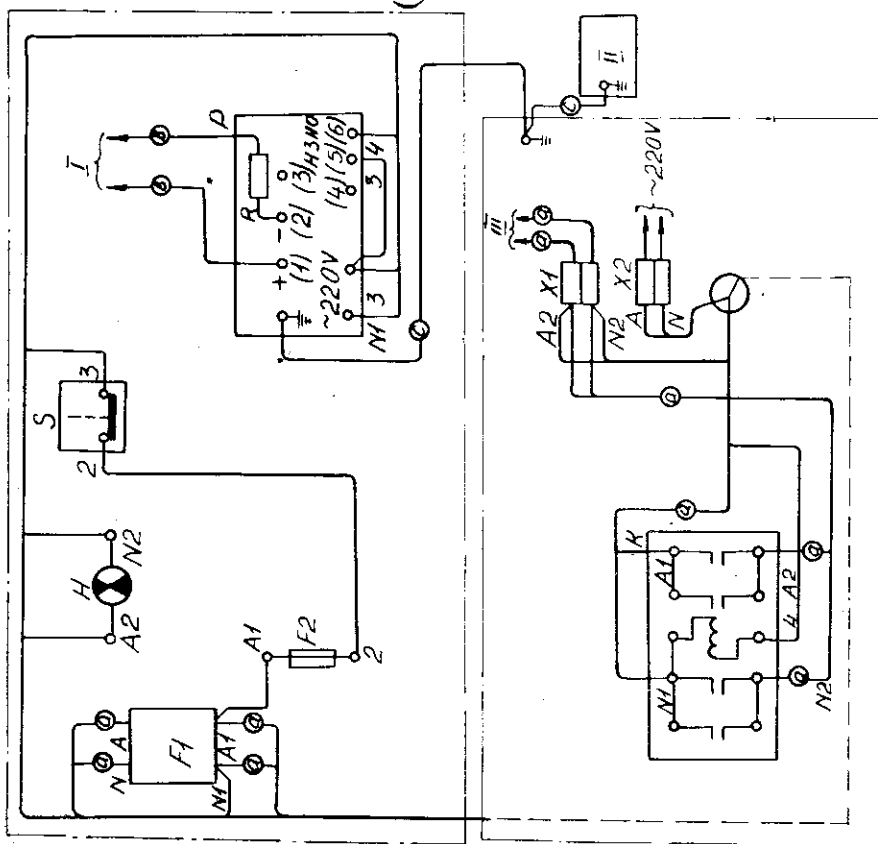

Рис. 3. Схема электрических соединений
- установить прибор на панель электрического блока и подсоединить его в соответствии со схемой соединений (рис. 3), паспортом и инструкцией по эксплуатации прибора;